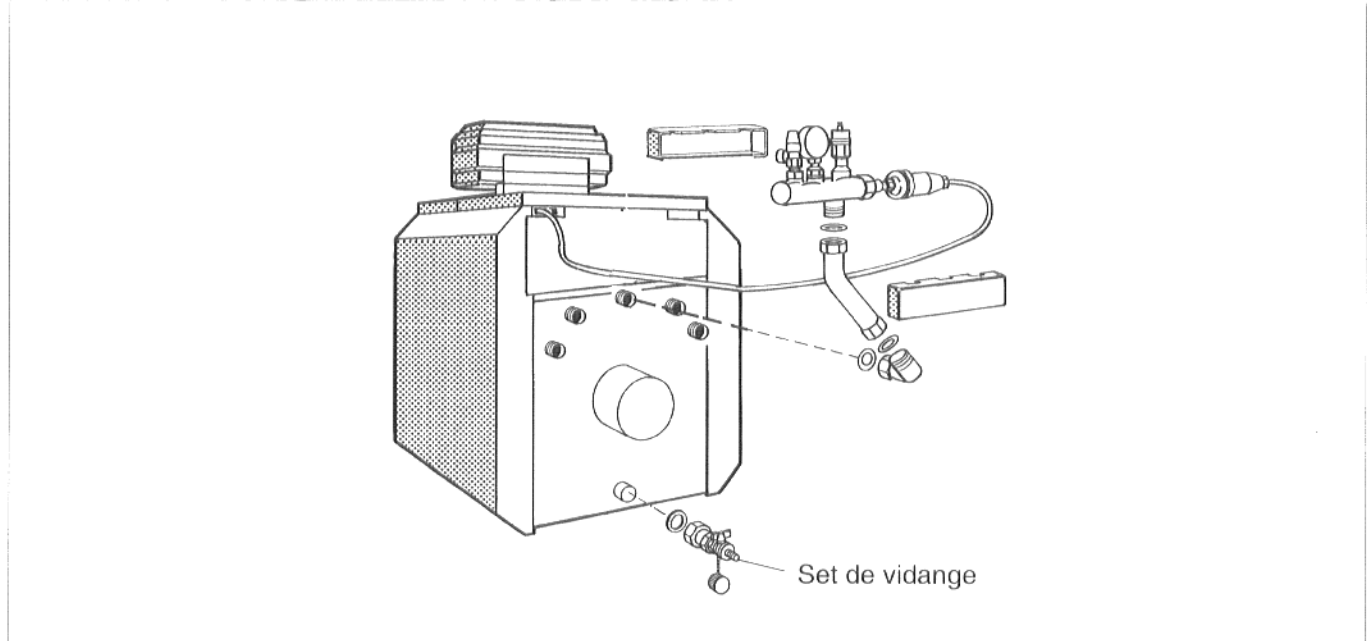

Fig. 5 Set de vidange chaudière pour chaudière S115
- Placer le joint dans le raccord à vis du robinet de vidange et visser ce dernier sur la tubulure de retour sécurité de la chaudière (fig. 5 et 6).